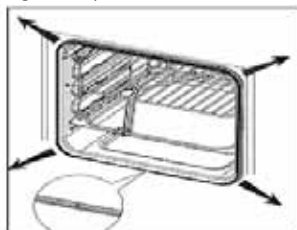

Abbildung 13
2. Entfernen Sie die alte Dichtung indem Sie sie an den Ecken nacheinander loslösen wie in **(siehe Abbildung 13)** gezeigt.